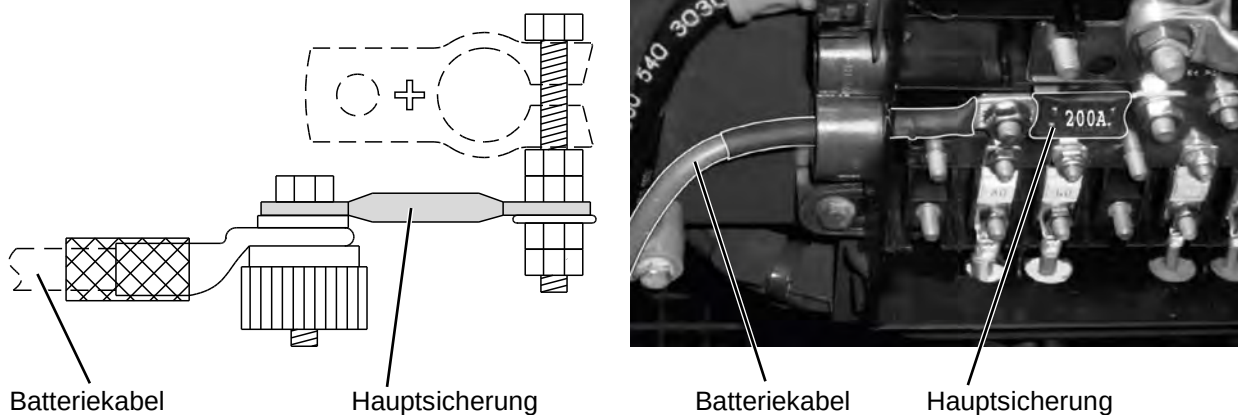

Abbildung 23: Batterieanschluss (Beispiel)
- Montieren Sie die Hauptsicherung mit dem Kabelschuh und schließen Sie das Batteriekabel am Batterie-Pluspol oder alternativ am Batterieverteiler an (siehe Abbildung 23).